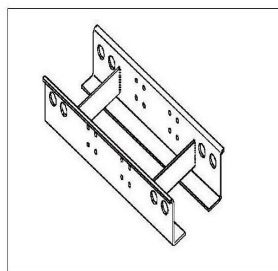

图 2
- 确定油缸支撑梁的高度（参见图 2），使之与变速箱等部件之间留有间隙，采用标准方钢或 U 形槽钢。
Determine the height of the cylinder support beam (see Figure 2) to leave a gap between it and components such as the gearbox, using standard square steel or U-shaped channel steel.
- Определите высоту опорной балки цилиндра (см. рис. 2) таким образом, чтобы между ней и коробкой передач и другими компонентами оставался зазор, и используйте стандартную квадратную сталь или U-образный швеллер.